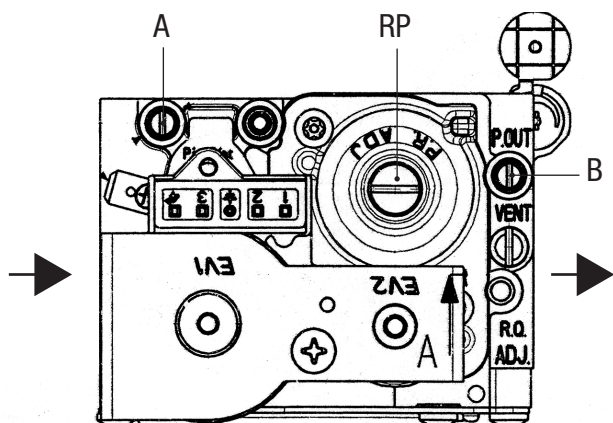

Fig. 17
5. Escludere il regolatore di pressione della valvola a gas, avvitando a fondo la vite RP della fig. 17
5. Agendo sulla vite RP della fig. 17, regolare la pressione all'iniettore fino al valore corrispondente per il gas metano (vedi tabella). Il valore della pressione all'iniettore è rilevabile utilizzando la presa di pressione B della figura 17